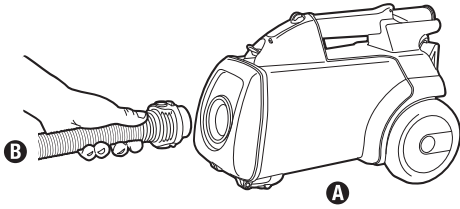

FIG. 1
Step 1: Connect hose **B** to front of canister **A** (Fig. 1).
- Étape 1 :** Connectez le tuyau **B** à l'avant du traîneau **A** (Fig. 1).
- Paso 1:** Conecte la manguera **B** al frente del recipiente **A** (Fig. 1).